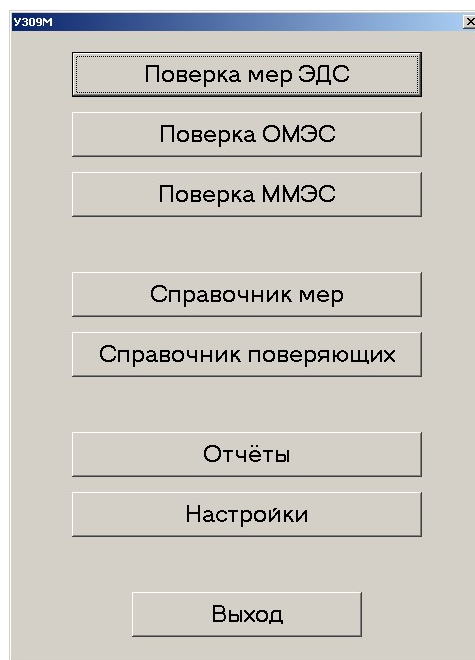

Рисунок 2. Главное окно программы «У309М»
7.1.2 После запуска отобразится окно, изображенное на рис. 2.